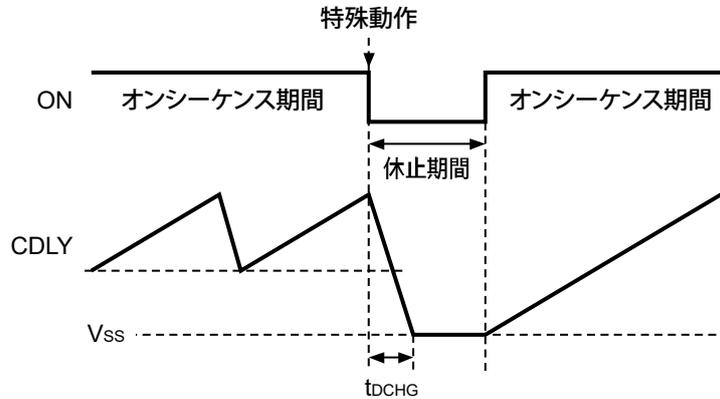

図28
- ・ オンシーケンス期間にON端子が変化する場合 (図28参照)